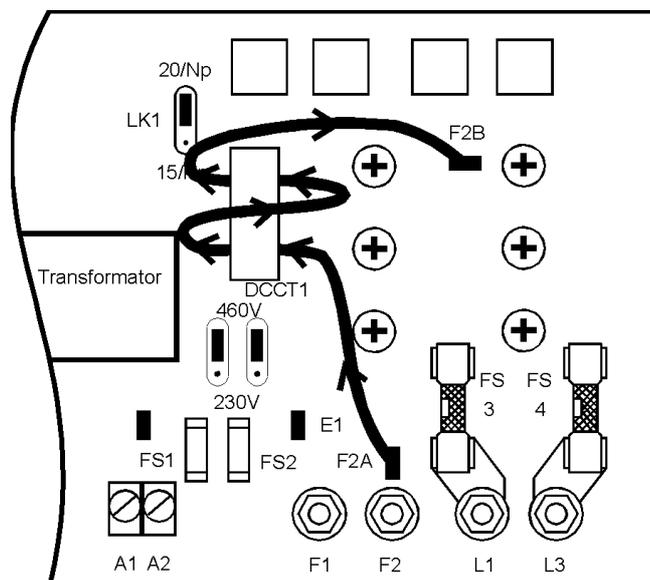

Abbildung 2
In Abbildung 2, z.B. 2 x durch den Wandler geführt (7A - 10A).
- Feldstrom bis 10A - 2 Windungen durch den Stromwandler (Abb.2)